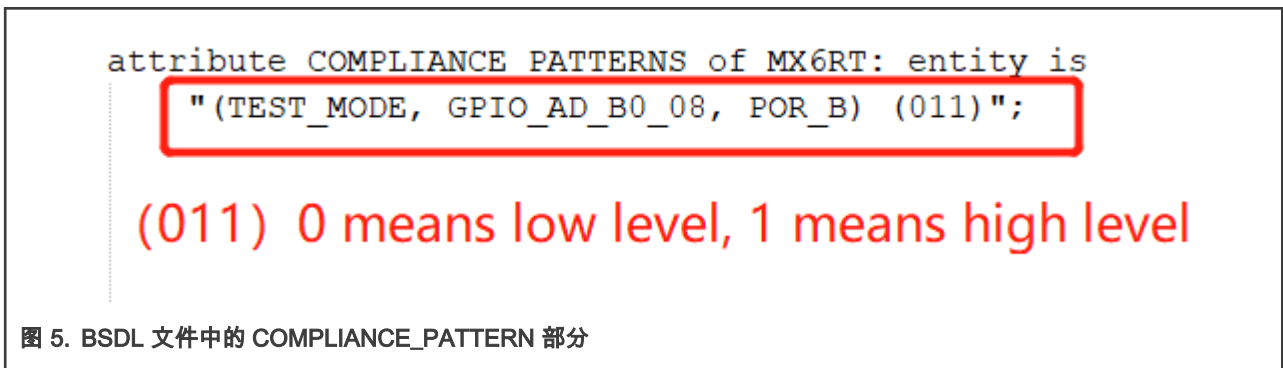
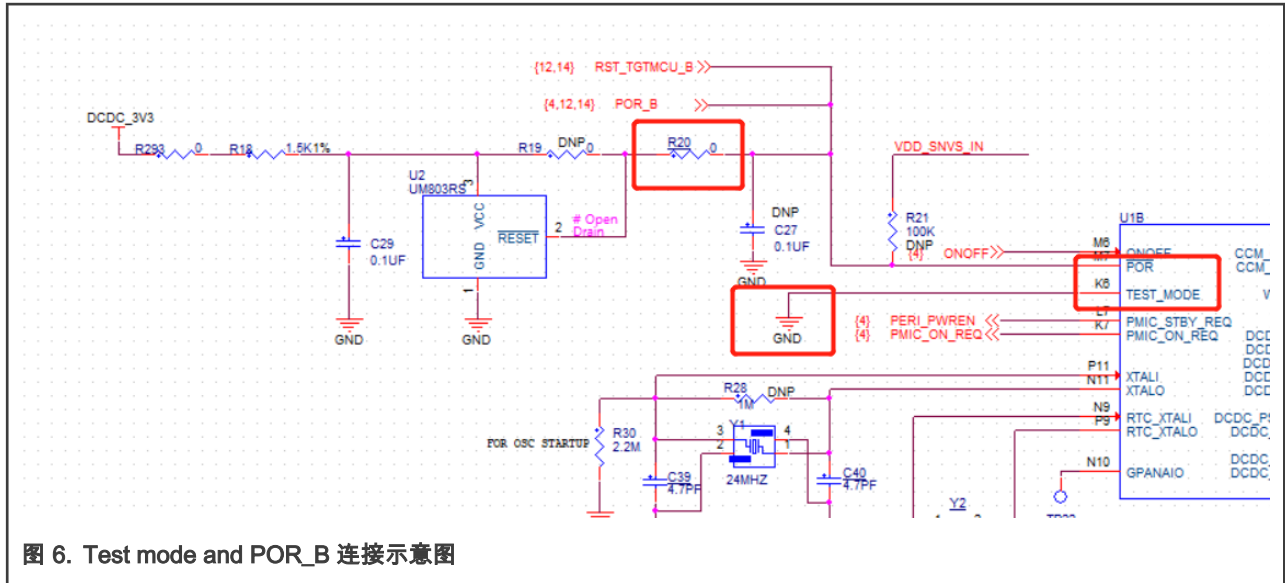

图 5. BSDL 文件中的 COMPLIANCE\_PATTERN 部分
图 6. Test mode and POR\_B 连接示意图
3. 检查 BSDL 文件中的 COMPLIANCE\_PATTERN 部分，它定义了芯片内三个 pin 角的状态，(TEST\_MODE, GPIO\_AD\_B0\_08, POR\_B) (011)，0 代表低电平，1 代表高电平。在 EVK 板上进行检查并修改使其与 BSDL 文件中的状态相同。图 5 是 BSDL 文件中的截图，图 6 是 Test Mode 和 Por\_B 这两个引脚的连接示意图：